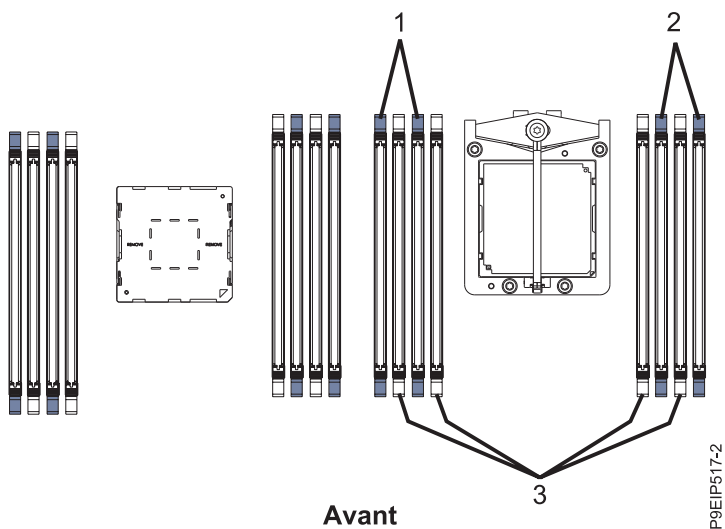

Figure 22. Ordre de branchement de la mémoire pour un système à un processeur
- Pour un système à un processeur, utilisez le tableau 5, à la page 25 et la figure 22, à la page 25.